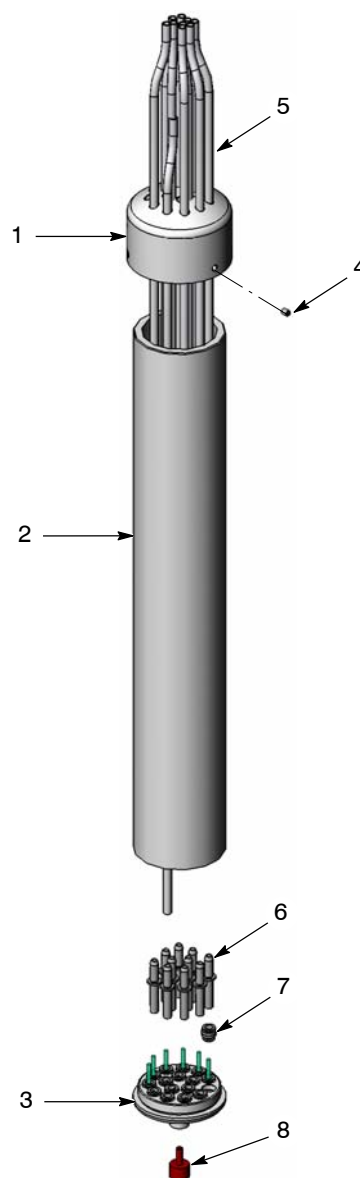

Bild 2 Reparation och reservdelar för lansdelen
Delarna visas i bild 2.
1. Se bild 2. Koppla loss pulverslangen (5) från Prodigy HDLV pumpen.
2. Lossa de tre fästskruvarna (4) och drag därefter av ändkåpan (1) från kroppen (2). Skjut upp ändkåpan flera tum på de befintliga pulverslangarna.
3. Skruva av kroppen från huvudet (3). Drag av huvudet från kroppen så att man kan komma åt slangadaptrarna (6).
5. Tag av adaptrarna (6) från slangarna, drag därefter ut slangarna ur ändkåpan och kroppen.
1. Se bild 2. Skjut in de nya pulverslangarna genom ändkåpan och kroppen.